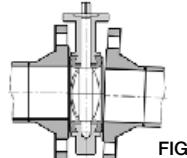
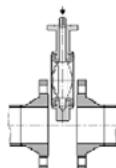
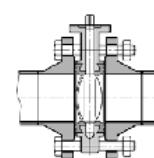
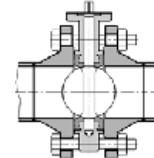

FIG 4
FIG 5
FIG 6
FIG 7
- Man bør under ingen omstændigheder montere ventilen mellem ikke-parallelle flanger. Akserne af rørledningen og butterflyventilen skal tilpasses. Klappen på en excentrisk butterflyventil kan blive beskadiget (se fig 4). Det er heller ikke tilladt at svejse rørledningen, hvis ventilen er monteret mellem flangerne. Det kan beskadige ventilen. Flangerne bør have tilstrækkelig åbning, således at ventilen let kan placeres mellem flangerne. Klappen skal være lidt åben (se fig 5). Hvis åbningen mellem flangerne er for tæt, kan lineren beskadiges. Fastgør flangeboltene, mens klappen stadig er en smule åben og stram boltene med hånden (se fig 6). Hvis boltene spændes, mens ventilen er lukket, vil lineren blive forkert indspændt. Dette vil øge drejningsmomentet og ventilen kan løkke. Åbn nu butterflyventilen helt (se fig 7) og sorg for, at rørledningen er justeret korrekt. Boltene krydsspændes jævnt.
- Under no circumstances should the valve be installed between non-parallel flanges. The axes of the pipeline and the butterfly valve must be aligned. The disc of an eccentrically mounted butterfly valve can be damaged (see fig 4). It is also not allowed to weld the pipeline if the valve is mounted between the flanges. This could permanently damage the valve. The flanges should have sufficient opening so that the valve can easily be placed between the flanges. The disc should be slightly open (see fig 5). If the opening between flanges is too close the liner could be damaged. Insert the flange bolts while the disc is still a bit open and tighten the bolts by hand (see fig 6). If the bolts are tightened while the valve is closed, the liner will be incorrectly tensioned. This will increase the torque and the valve can leak. Open the butterfly valve completely (see fig 7) and make sure the pipeline is aligned properly. Tighten the bolts evenly crosswise.